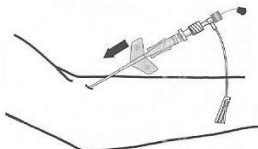

Figura 7
- Avance o cateter até o posicionamento desejado. (Figura 7)